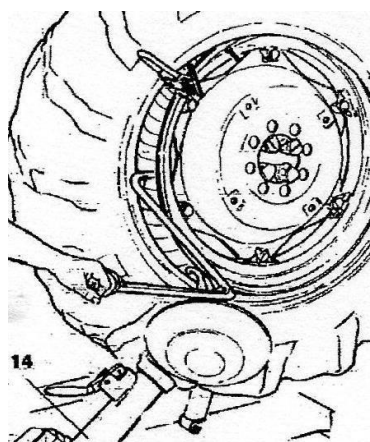

Рисунок 26
- Переместите рычаг устройства (поз. 14, Рисунок 26) в рабочее положение.
- Немного поверните рычаг по часовой стрелке, пока не сможете вставить рычаг отжима в предназначенное для него углубление на крюке-бортоотгибателе (см. Рисунок 26). Этот рычаг поставляется как опция.